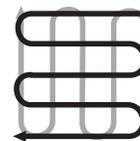

Fig. 4-7
• Al preparar el lecho de siembra, recorra la misma senda dos veces en la primera hilera, luego traslape la mitad del ancho de la cultivadora en el resto de las pasadas (vea la Fig. 6). Cuando termine en una dirección, realice una segunda pasada en ángulo recto, según se muestra en la Fig. 4-7. Traslape cada pasada para obtener mejores resultados (en terreno muy duro, puede ser necesario realizar tres o cuatro pasadas para pulverizar el suelo a fondo).